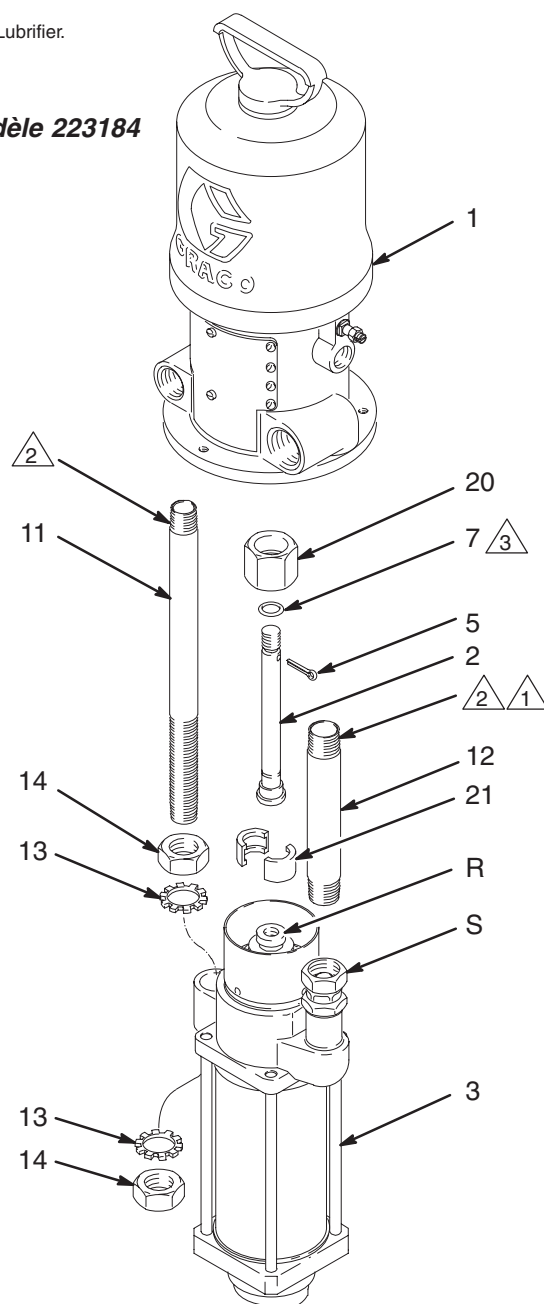

Fig. 4
3. Dévisser l'écrou d'accouplement (20) de la tige de pompe (R). Enlever les demi-colliers d'accouplement (21). Voir Fig. 4.
4. Dévisser l'écrou inférieur (14) et la rondelle (13) sur le tube de retour (11).
5. Dévisser le raccord tournant (S) sur le tube d'alimentation (12).
1. Positionner le bas de pompe sur les tubes (11, 12). Visser l'écrou supérieur (14) sur le tube de retour (11) en effectuant plusieurs tours. Serrer solidement le raccord tournant (S) sur le tube d'alimentation (12). Voir la Fig. 4.
2. Fixer la bielle (2) et la tige de pompe (R) bout à bout; si nécessaire, ajuster les écrous (14) situés sur le tube de retour (11) pour aligner les tiges.
3. Positionner les demi-accouplements (21) de manière à ce qu'ils accrochent la bielle (2) et la tige de pompe (R). Descendre l'écrou d'accouplement (20) sur les demi-accouplements et le visser en serrant bien sur la tige de pompe.
4. Serrer solidement les écrous (14).
6. Ouvrir l'alimentation d'air au moteur et faire fonctionner la pompe à basse vitesse. Régler le serrage des écrous (14) sur le tube de retour (11) si nécessaire jusqu'à ce que la pompe fonctionne doucement à une pression d'alimentation d'air minimum au moteur. Serrer les écrous à fond.